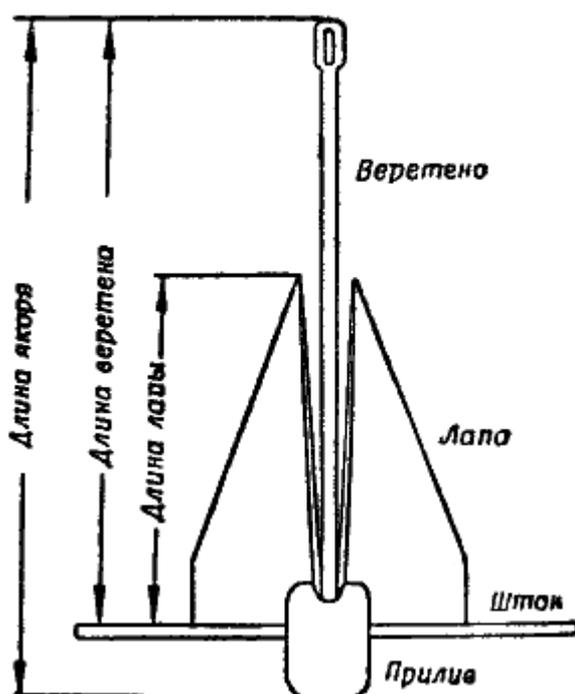

Рис. 278. Обозначения на якорь Данфорта
5. Можно ли якорь хорошо уложить и быстро отдать? Быстрое снятие с якоря зависит от того, насколько форма якоря препятствует засасыванию его в ил, а также в какой степени удерживают его водоросли. Если якорь имеет складные части, которые контрятся шплинтами, то важно учесть не только время уборки, но и время, необходимое на его подготовку к отдаче при постановке на якорь. Поэтому при выборе якоря следует обращать внимание на возможность быстрого закрепления его в грунте. Главный якорь на крупных яхтах укрепляется на палубе, на небольших морских крейсерах, он, как и запасной якорь, хранится в форпике. Если якорь достаточно плоский, его можно укладывать даже в трюм. Требованиям пунктов 1—3 лучше всего отвечает современный легкий якорь типа Данфорта или Бензона различных видов. В табл. 8 приведены характеристики различных образцов якорей Данфорта, показанных на рис. 278.
\* См. рис. 278.